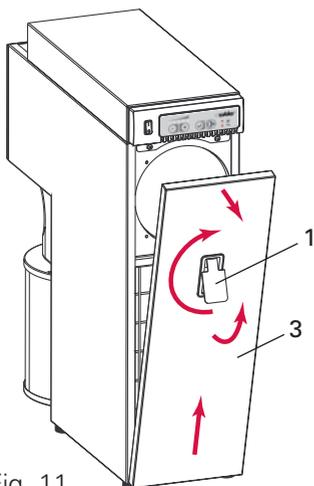

Fig. 11
- Poussez le panier filtre 12 jusqu'en butée dans le boîtier et verrouillez la porte filtre 3 (Fig. 11).